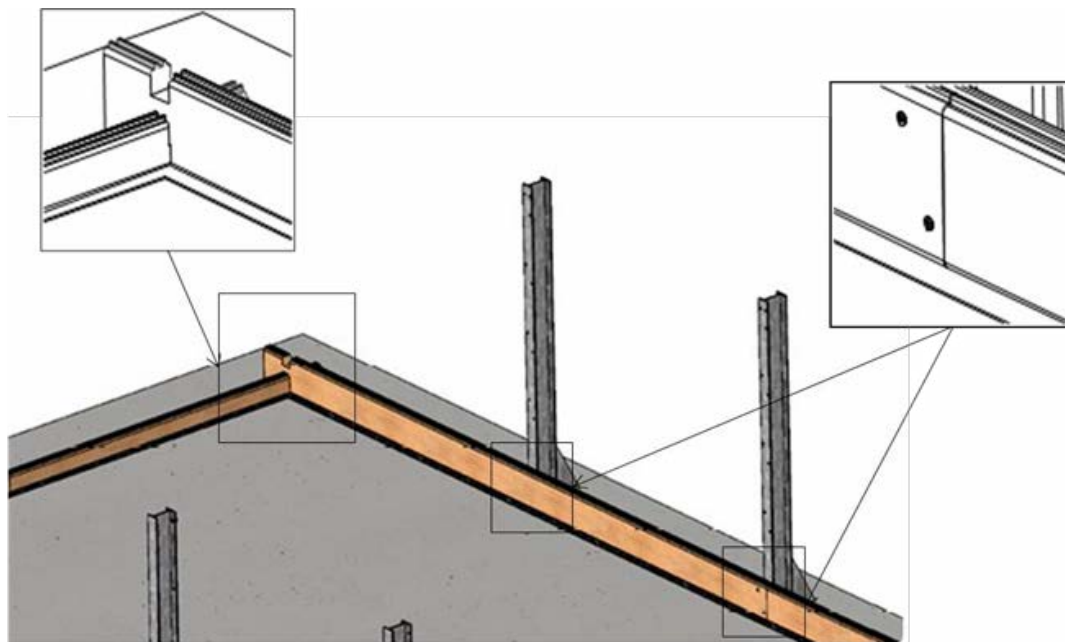

Abbildung 10 –
- untereinander, wie in **Abbildung 10**, beschrieben mithilfe von 2 Schrauben pro Bohlenpaar und auf beiden Seiten mit einer Höhe von je 10 Bohlen, also insgesamt 80 A4-Edelstahl-Senkkopfschrauben 5 × 40 mit Torx-Gewinde bis 25 mm (Beutel C).